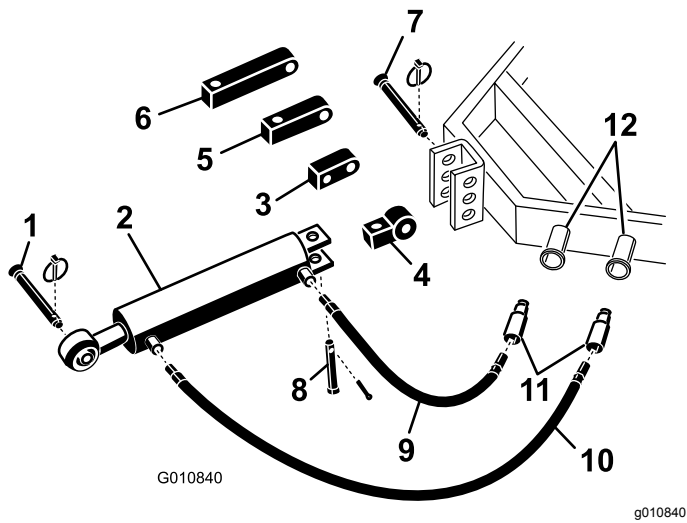

图5
1. 使用随主机提供的柱销将液压顶部连杆的连杆端固定到主机 图5。
注意 如果液压油缸的放置必须使端口朝向上方请使用旋转垫块重新调整油缸的位置而不是使用标准安装垫块 图5。您可以使用 90° 液压接头替代旋转垫块 90° 接头未随附。
- A. 取下将标准连接杆固定到油缸上的开口销和柱销 图5。从油缸上卸下连接杆。
- B. 使用之前卸下的柱销将旋转垫块安装到油缸上 图5。
- 将 106cm 长液压软管连接至最靠近打孔机的液压顶部连杆端口图5。在管螺纹上缠绕管螺纹密封胶带或防松螺纹油防止发生泄漏。
- 将 76cm 短液压软管连接至最靠近主机的液压顶部连杆端口图5。在管螺纹上缠绕管螺纹密封胶带或防松螺纹油防止发生泄漏。
如果液压油缸没有接触到打孔机安装支架请使用延长垫块将油缸连接到主机上而不是使用标准安装垫块图5。
- 取下将标准连接杆固定到油缸上的开口销和柱销图5。从油缸上卸下连接杆。
- 使用之前卸下的柱销将所需长度的延长垫块安装到油缸上图5。